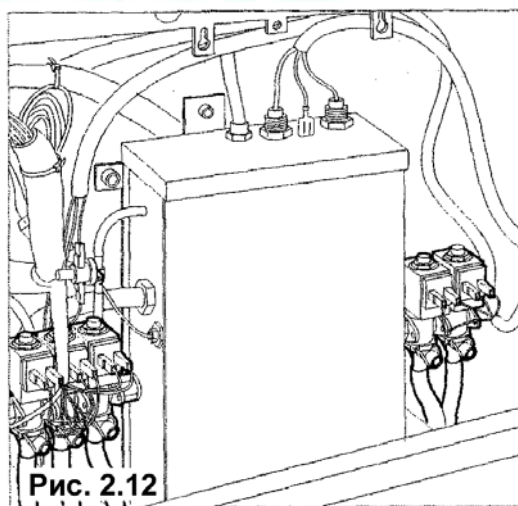
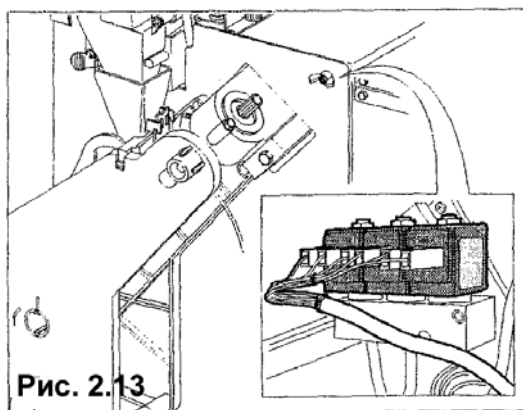

Рис. 2.12
Рис. 2.13
- Электродвигатель, расположенный на баке для горячей воды для приготовления смесей (рис. 2.12) или на баке для горячей воды для приготовления кофе (рис. 2.13), срабатывает, чтобы ввести в миксер запрограммированное количество воды (в соответствии с моделью): один бак для горячей воды, два бака для горячей воды или только растворимые напитки.